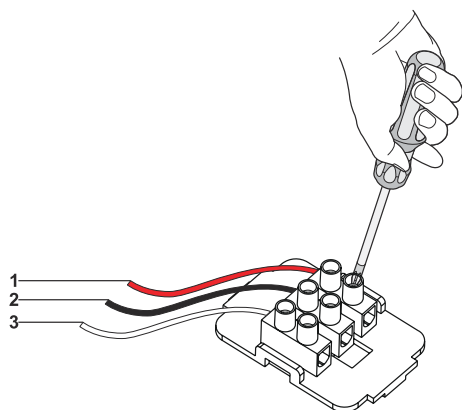

Fig. 19
- 1. ➤ **NC / COM**: Når disse 2 forbindelser bruges og emhætten slukkes vil emhætten give det forbundene apparat konstant signal. (Fig. 19).
- 2. ➤ **NO / COM**: Når disse 2 forbindelser bruges og emhætten tændes vil emhætten give det forbundene apparat konstant signal. (Fig. 19).